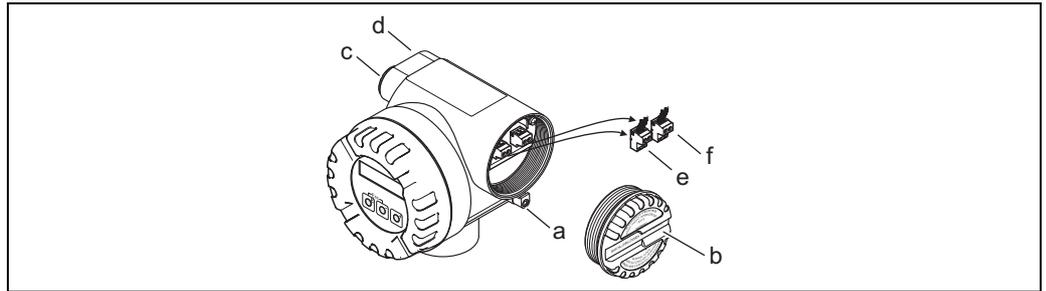

Fig. 14: Raccordement du transmetteur version Ex d
5. Retirer les connecteurs - bornes de raccordement (g) du boîtier du transmetteur et raccorder le câble pour l'alimentation/la sortie courant (→ Fig. 14, A).
En option : Retirer le connecteur de la borne de raccordement (h) du boîtier du transmetteur et raccorder le câble pour la sortie impulsion/fréquence (→ Fig. 14, B).
Fixer le câble de terre à la borne de terre (→ Fig. 14, C).
4. Retirer les connecteurs des bornes de raccordement (g) du boîtier du transmetteur et raccorder le câble pour l'alimentation/la sortie courant (→ Fig. 14, A).
En option : Retirer le connecteur de la borne de raccordement (f) du boîtier du transmetteur et raccorder le câble pour la sortie impulsion/fréquence (→ Fig. 14, B).